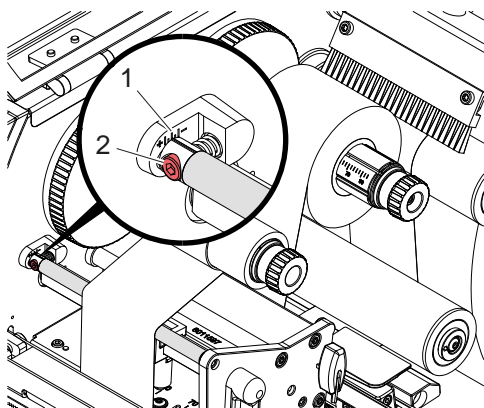

Рис. 19 Настройка хода трансферной ленты вверх
6. Наденьте подходящий сердечник (4) на намотчик трансферной ленты (5), позиционируйте его по аналогии с рулоном ленты и зафиксируйте.
7. Проведите трансферную ленту через печатающий механизм, как показано на рис. 19. Сплошная линия относится к лентам, намотанным покрытием внутрь, штриховая линия — к лентам, намотанным покрытием наружу.
8. Закрепите начало трансферной ленты полоской клейкой ленты по центру сердечника (4). Учтите направление вращения намотчика трансферной ленты — против часовой стрелки.
9. Поверните намотчик трансферной ленты (5) против часовой стрелки, чтобы выровнять ход ленты.
10. Поверните рычаг (6) по часовой стрелке, чтобы зафиксировать печатающую головку.
11. Откройте щиток (8) и таким же образом заправьте трансферную ленту в нижний печатающий блок (7). За исключением направления вращения печатающих головок, здесь направления противоположны направлениям верхнего печатающего блока.